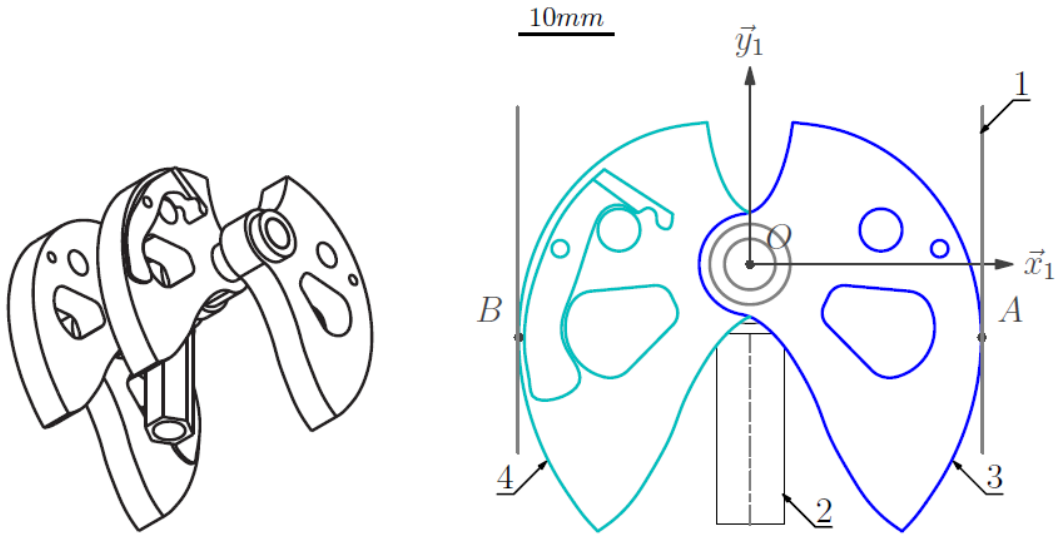

Figure 3 – Modélisation géométrique adoptée pour l'étude
Le parallélisme entre les deux faces de la fissure, la position dans laquelle le coinceur est mise en place, la direction de la charge par rapport à la fissure permettent de faire une modélisation plane du mécanisme, telle que proposée figure 3.
**Objectif :** Déterminer dans la position de la figure 3 l'angle de frottement minimum au contact paroi came pour assurer le coincement.